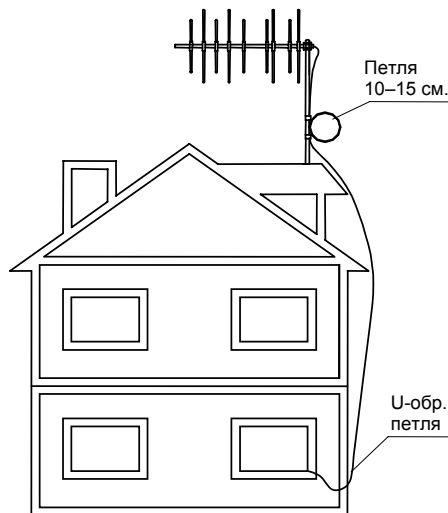

Рис.5
**ВНИМАНИЕ!** Все изделия SN-358 Line выпускаются в «незапрограммированном» состоянии, т.е. они не зарегистрированы на какой-либо конкретной базовой станции. Поэтому перед установкой выполните операцию **Регистрация абонентской станции SN-358 Line на базовой станции SENA0 SN-358**, а затем приступайте к монтажу станции (см. рис. 5 и 6).
- Установите антенну в соответствии с прилагаемой к ней инструкцией изготовителя, учитывая рекомендации настоящего руководства. На кабеле снижения возле антенны сделайте петлю диаметром 10—15 см и укрепите ее липкой лентой (см. рис. 5). Это предохранит кабель снижения от обрыва у основания разъема под действием собственного веса, а также предотвратит проникновение атмосферной влаги в кабель. Перед вводом в помещение рекомендуем сделать на кабеле U-образную петлю (небольшое провисание), чтобы исключить затекание воды (во время дождя и т. п.) по кабелю снижения в помещение.